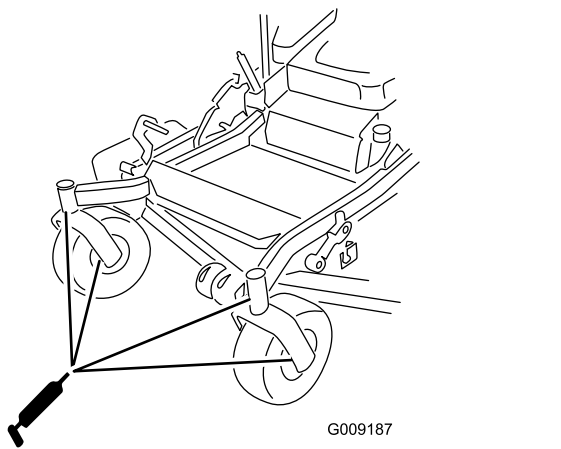

Figura 47
12. Instale o tampão hexagonal e o tampão antipoeira (Figura 47).